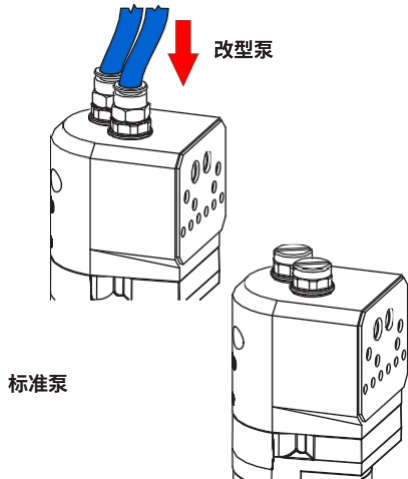

图 18 重新安装清洗空气管路
4. 参见图 18。将流化管组件装入泵体。拧紧检修塞，然后重新连接清洗空气管路。